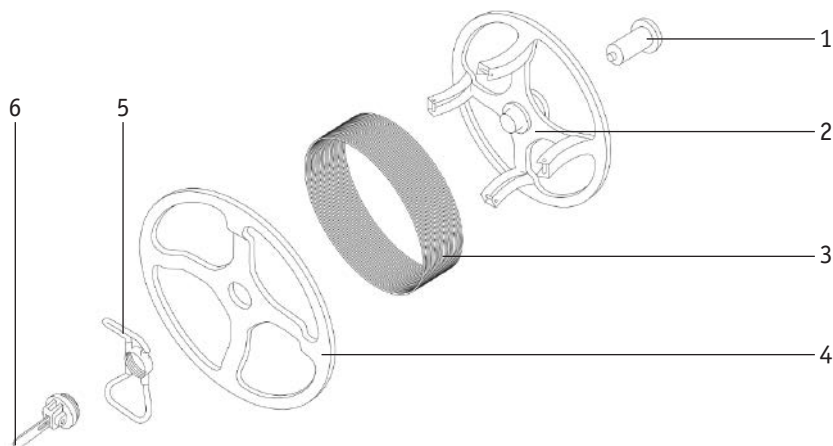

Рис. 8.1.1. Схема конструкции барабана проволоки.
1. Загрузите сварочную проволоку в барабан для проволоки (См. рис. 8.1.1).